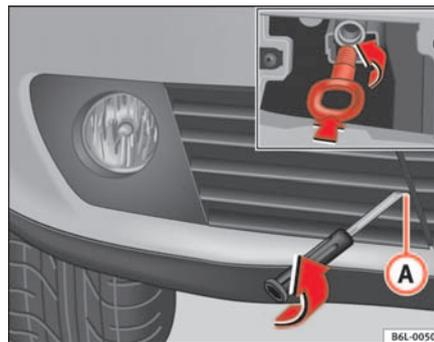

Abb. 159 Abschleppöse vorne
- Entfernen Sie die Schraube  ⇒ Seite 232, Abb. 159.